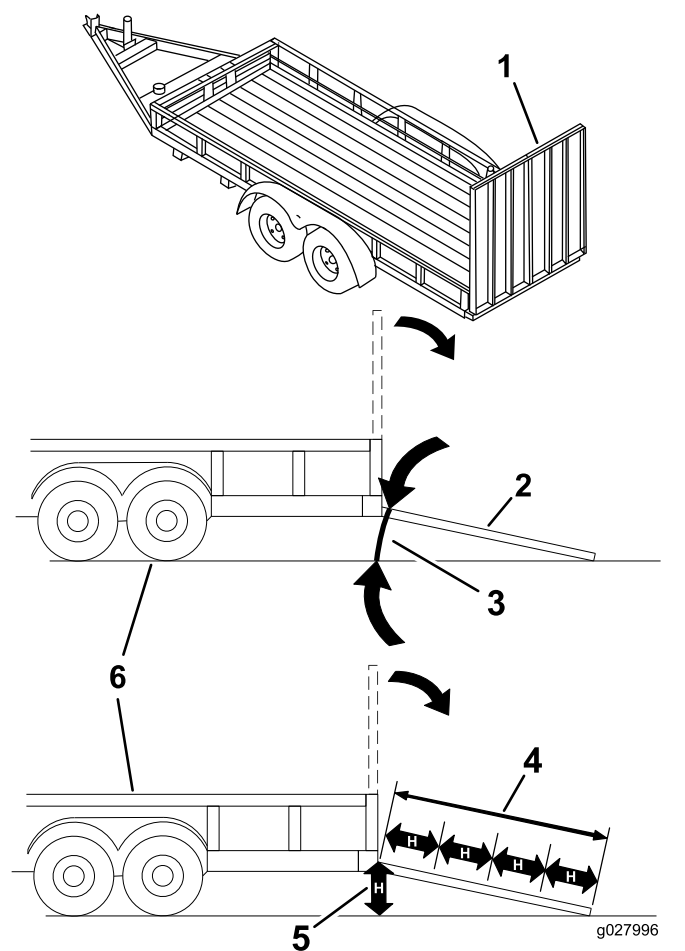

Figure 37
Le chargement d'une machine sur une remorque ou un camion augmente les risques de renversement et peut provoquer des blessures graves voire mortelles (Figure 37).
3. Abaissez la rampe pour que l'angle avec le sol ne dépasse pas 15 degrés (Figure 37).
1. Abaissez la rampe pour que l'angle avec le sol ne dépasse pas 15 degrés (Figure 37).